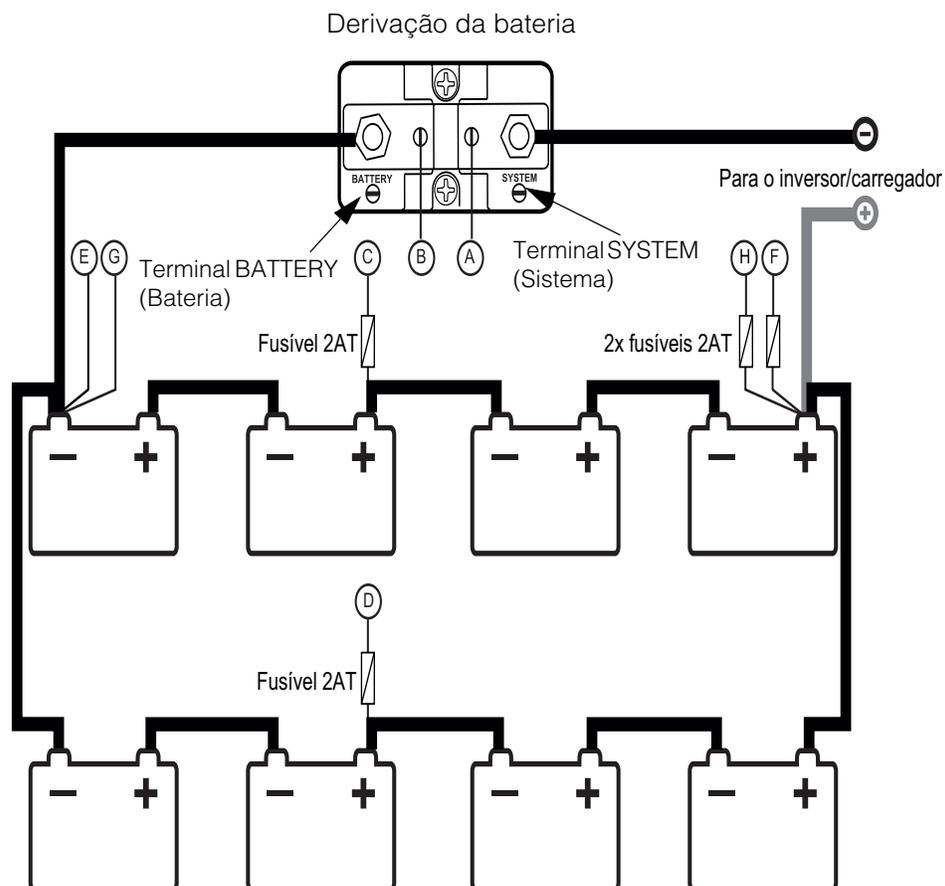

Figura 2-10 Fiação do banco de baterias
2. Conecte a extremidade livre do cabo negativo ao terminal da derivação rotulado “SYSTEM” (Sistema). Consulte Figura 2-10, “Fiação do banco de baterias” na página 2-18. Certifique-se de que todas as conexões estejam firmes.